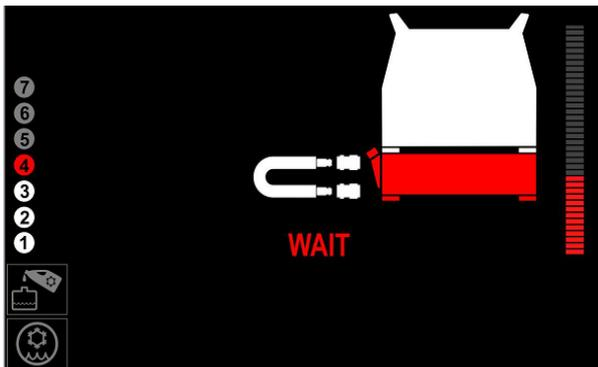

Figure 17
- Patienter jusqu'à ce que le liquide de refroidissement circule entièrement via le circuit de refroidissement et redescende vers le réservoir - (Figure 17 ou 25).